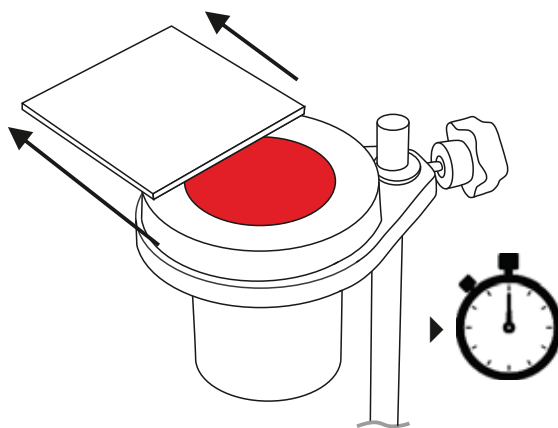

Figure 4
- 7 Retirez la plaque de verre et enclenchez le chronomètre^a (Figure 4).